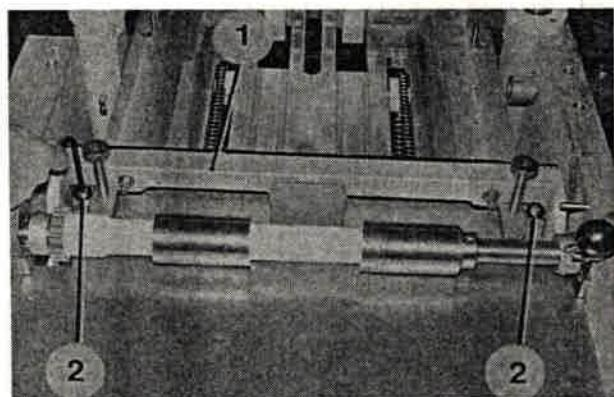

Bild 266
1. Maschine so lange am Handrad in Pfeilrichtung drehen, bis der Messerhalter (Bild 266/1) die höchste Stellung erreicht hat.
2. Beidseitig Befestigungsschrauben (Bild 266/2) des unteren Messerhalters herausschrauben, Messerhalter abnehmen.